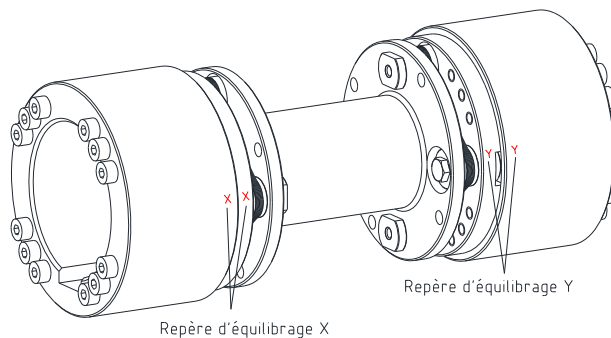

Fig. 11: Alignement de l'entretoise
- Pour des accouplements avec équilibrage complet, il faut veiller à ce que les marquages d'équilibrage X (Y) du moyeu et du spacer X (Y) soient respectivement alignés (voir figure 11) (en option).